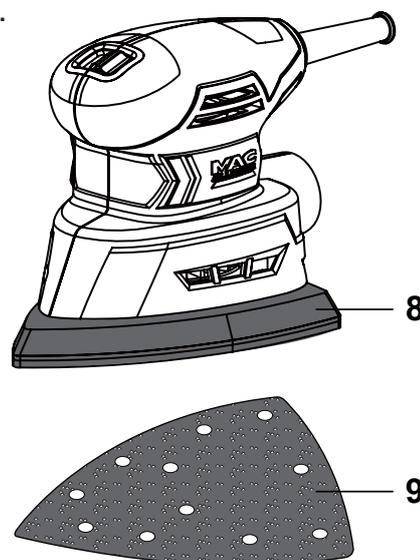

Fig. 1
- > Appuyez légèrement sur la feuille [9] pour la fixer au plateau de ponçage [8] (Fig. 1).